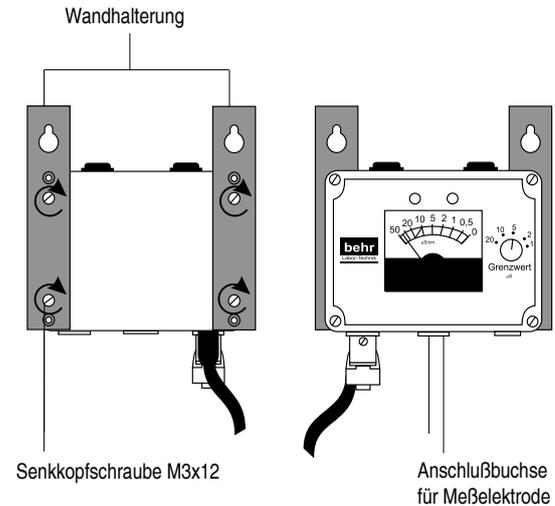

Bild 3: Wandmontage Leitwertmeßgerät mit Grenzwertabschaltung
1. Wandhalterungen mit je 2 Stück Senkkopfschrauben M3x12 an der Gehäuserückseite des Leitwertmeßgerätes befestigen (Bild 3).
- Kabel von Meßelektrode an entsprechender Anschlußbuchse (Bild 3) am Leitwertmeßgerät anschließen.